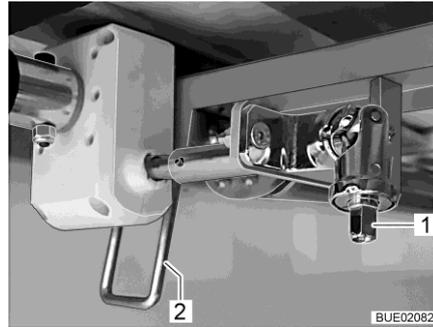

Fig. 132 Regolazione in altezza
- Fissare la manovella sul perno (Fig. 132,1).
- Ruotare verso il basso la leva (Fig. 132,2) in posizione verticale.
- Ruotare verso l'alto la leva (Fig. 132,2) in posizione orizzontale.